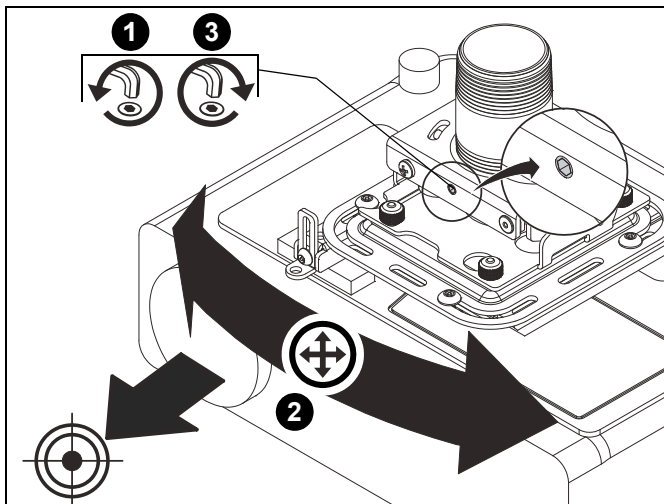

Figure 19
1. Desserrez la vis de réglage de l'axe vertical à l'aide de la clé hexagonale de 5/32 po. (Voir Figure 19)